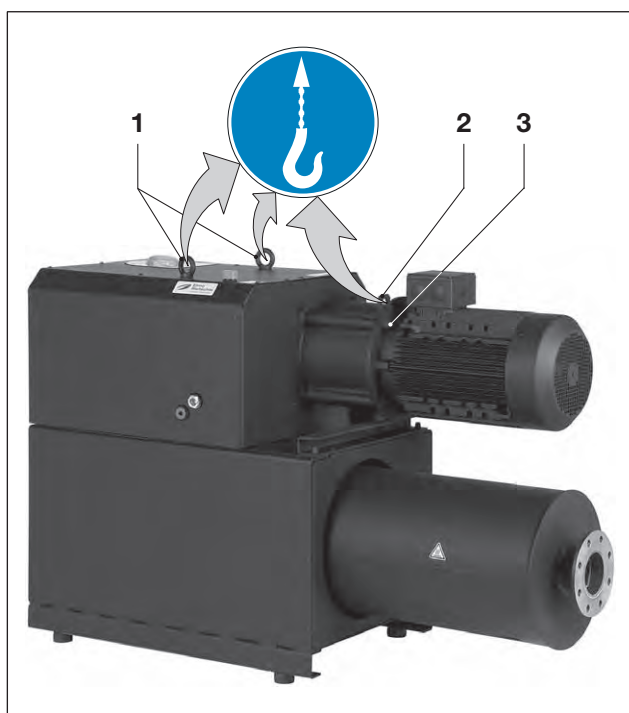

Abb. 1 Anheben und Transportieren
- Die Ringschrauben (Abb. 1/1) und Befestigungsschraube (Abb. 1/3) an der Transportlasche (Abb. 1/2) fest anziehen.